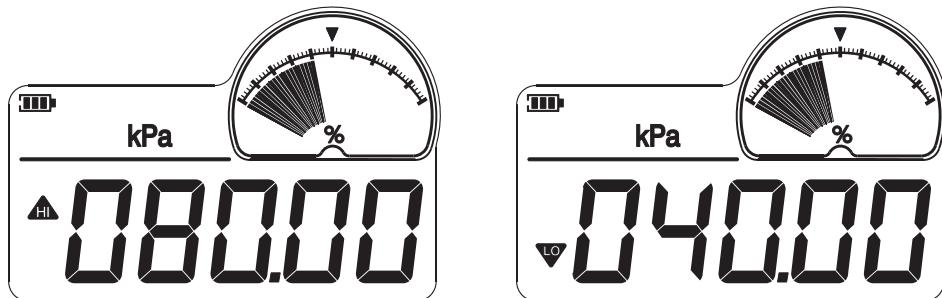

图7-7-4：报警阀值的显示界面
- ①长按 键，进入压力报警阀值的显示状态，屏幕首先显示压力报警阀值的上限，用 图标标记。这时用户可以通过 键和 键在压力报警阀值的上限显示和下限显示之间切换。报警阀值的下限显示用 图标标记；
- ②按 键或 键，进入压力报警阀值的调整状态。在 图标的显示状态下，输入压力报警阀值的上限；在 图标的显示状态下，输入压力报警阀值的下限；
- ③当压力报警阀值的上限输入完毕后，自动进入压力报警阀值的下限显示状态；当压力报警阀值的下限输入完毕后，退出压力报警阀值的调整状态；
- ④ConST211自动检测报警阀值上下限的合法性，如有问题则本次设置失效；如设置成功，则设置参数自动保存。压力报警阀值的显示界面如图7-7-4：